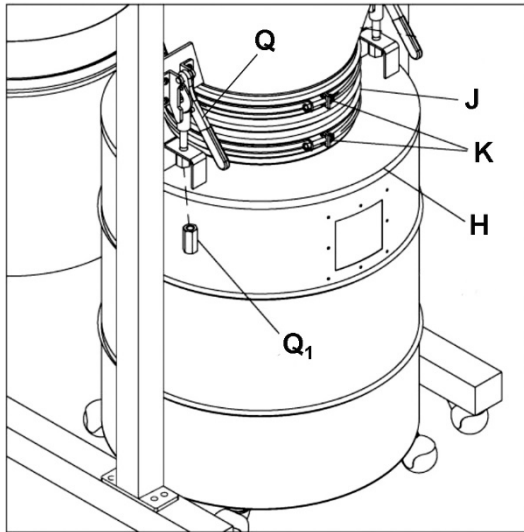

Figure 12
17. Installez le flexible (J) sur le cône et la lèvre du cylindre, puis sécurisez avec deux serrages du flexible (K), en haut et en bas. Voir la Figure 12.
20. Tirez vers le bas les leviers rapides (Q, Figure 12), puis montez la lèvre du cylindre (H, Figure 12) sur les leviers rapides. Serrez l'écrou long (Q₁, Figure 12) sur chaque levier rapide.